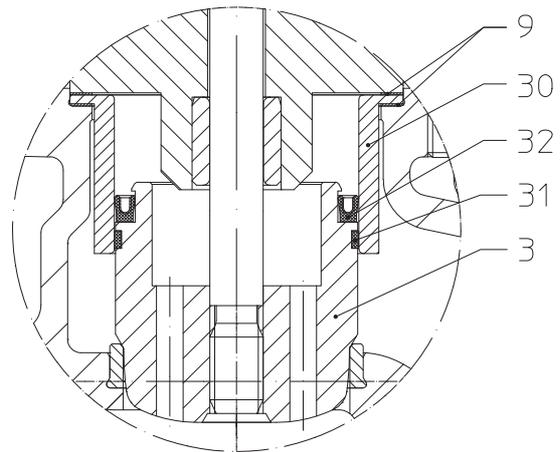

Bild 27: Druckentlastungskegel
- Neue Kolbendichtung (Pos. 32) einsetzen, dabei auf richtige Einbaulage achten (siehe Bild 27).